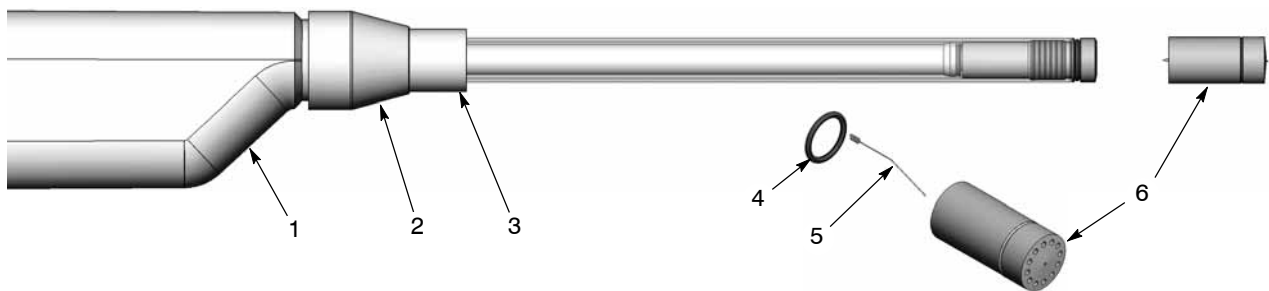

Abb. 3 Lanzenverlängerung und Düse installieren
3. Siehe Abbildung 3. Die Lanzenbaugruppe (3) im hinteren Ende des Sprühpistolengehäuses (1) installieren und dabei den losen Anteil des Pulverschlauchs nach hinten aus der Pistole ziehen.